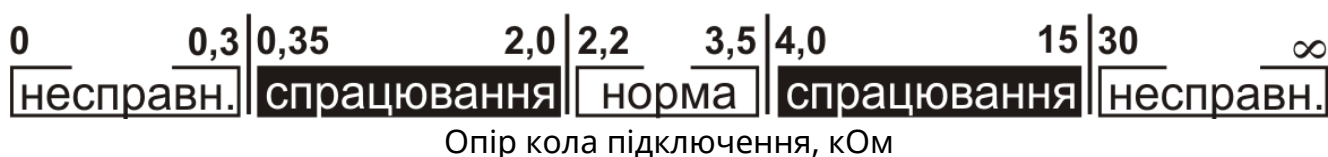

Рисунок 4.1 – Пороги спрацювання входів «1» та «2»
- «1», «2» - параметричні входи, для передавання сигналу «Пожежа», «Несправність» або інших спрацювань від підключених приладів. Пороги роботи входів наведено на Рис. 4.1.